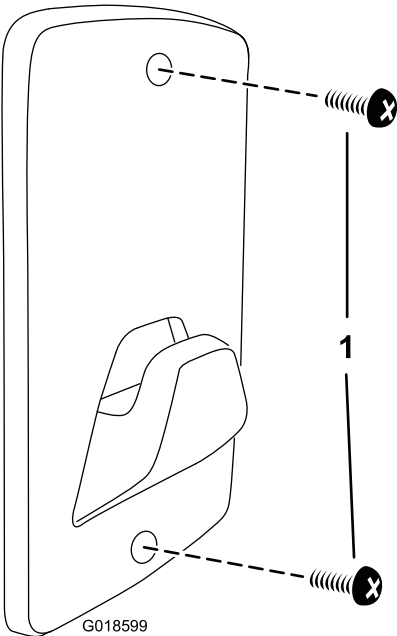

Figura 1
3. Instale los tornillos (Figura 1).